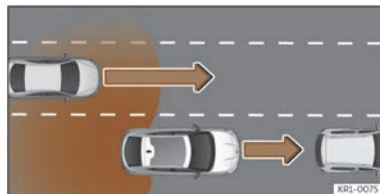

Fig. 153 Adelantamiento con tráfico en la parte trasera.
- Cuando se es adelantado por otro vehículo >>> **fig. 153**.